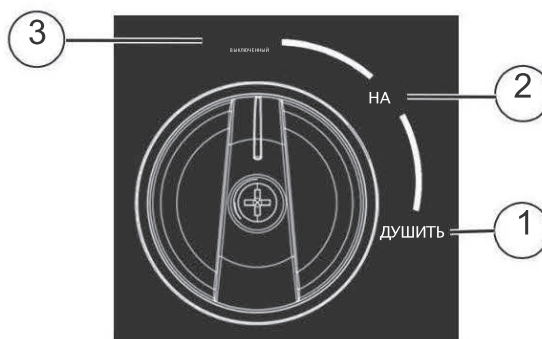

Рисунок 3-2. Положения ВЫКЛ/ВКЛ/ДРОССЕЛЬ
2. См. рис.3-2. Поверните диск ВЫКЛ/ВКЛ/- ДРОССЕЛЬ в положение ДРОССЕЛЬ (1).
5. Смотрите рисунок 3-2. Когда двигатель запустится, поверните ВЫКЛ./ВКЛ./ПЕРЕКЛЮЧАТЕЛЬ ДРОССЕЛЯ в положение ВКЛ. (2). Работа ДРОССЕЛЯ уменьшается при ВЫКЛ./ВКЛ./- Диск дросселя повернут в сторону ЕДИНИЦЫ.
3. Смотрите рисунок 3-2. Поверните диск ВЫКЛЮЧЕНИЯ/ВКЛЮЧЕНИЯ/дроссельной заслонки в положение ВЫКЛ. (3).
1. Смотрите рисунок 3-2. Поверните диск ВЫКЛЮЧЕНИЯ/включения/ дроссельной заслонки от УПОРА до ВКЛ. Это откроет топливный клапан и позволит запустить двигатель.